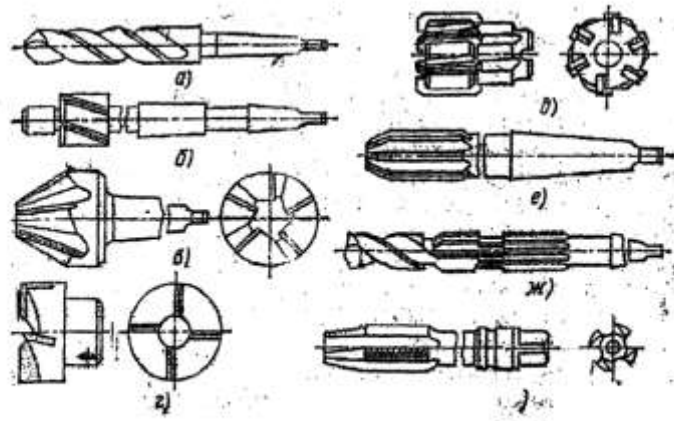

Рис. 1. Инструменты для обработки отверстий на сверлильных станках
2. Назовите назначение инструментов, представленных на рис.1 и на стенде лаборатории.